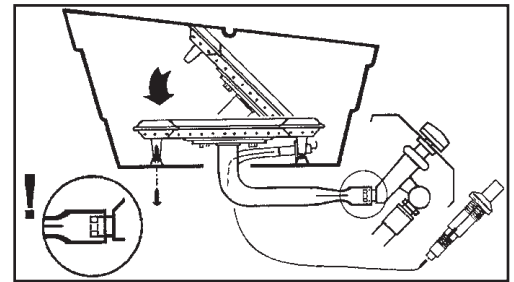

Fig. 8
4. Replacer le brûleur en position au fond du gril en vous assurant que les tubes venturi soient correctement alignés et ajustés sur les orifices. (Fig. 8)